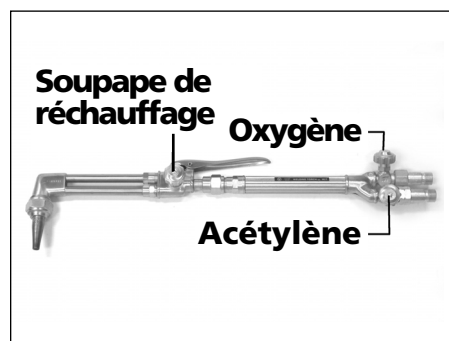

Figure 10 - Manche du chalumeau
2. Fermer les deux soupapes du manche de chalumeau. Si vous utilisez l'accessoire de coupage, ouvrir la soupape de manche de chalumeau d'oxygène complètement et fermer la soupape de réchauffage sur l'accessoire de coupage (voir Figure 10).
4. Ouvrir la soupape d'oxygène du chalumeau et la réchauffer, appuyer sur le levier de coupage si utilisé et régler le régulateur à la pression de sortie correcte pour l'application de soudure (Voir Table 1). Fermer le chalumeau ou réchauffer la soupape après avoir purgé (voir Figure 10).